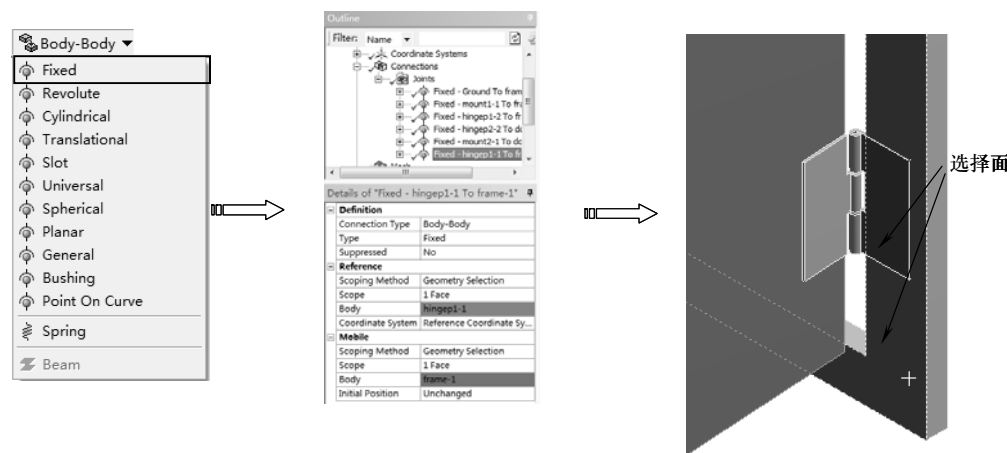

图 10-84 刚体固定
7) 单击【Connections】工具栏上的【Body-Body】|【Fixed】命令，分析树中增加【Fix-No Selection To No Selection】节点。分别选择如图 10-84 所示的表面，单击详细设置窗口中的【Reference】和【Mobile】列表中【Body】下的【Apply】按钮完成。